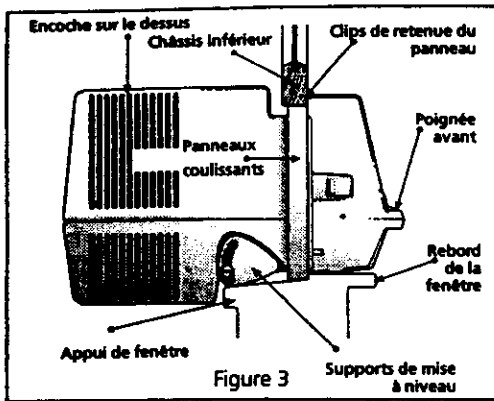

Figure 3
3. Soulevez les clips de retenue des panneaux coulissants pour les débloquer. Empoignez fermement l'appareil par l'encoche située sur le dessus et la poignée située en avant. Placez l'appareil dans l'ouverture de la fenêtre de façon à ce que le bord avant des panneaux coulissants se trouve à l'arrière du rebord de la fenêtre (Figure 3).
4. Tenez fermement la poignée située à l'avant tout en exerçant une pression vers le bas pour soutenir l'appareil, puis fermez la fenêtre pour que le châssis inférieur s'emboîte dans la rainure située sur le dessus de l'appareil (Figure 3).